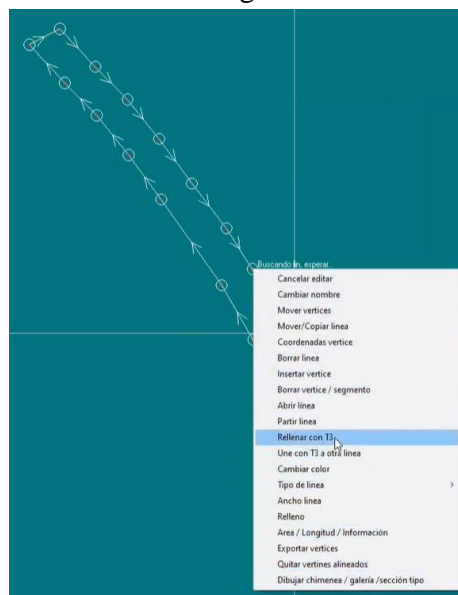

Figura 478. Rellenar con T3.
46. Para crear un enmallado entre los puntos de piso, presionar clic en cualquier vértice y seleccionar la opción “Rellenar con T3”. Figura 478.